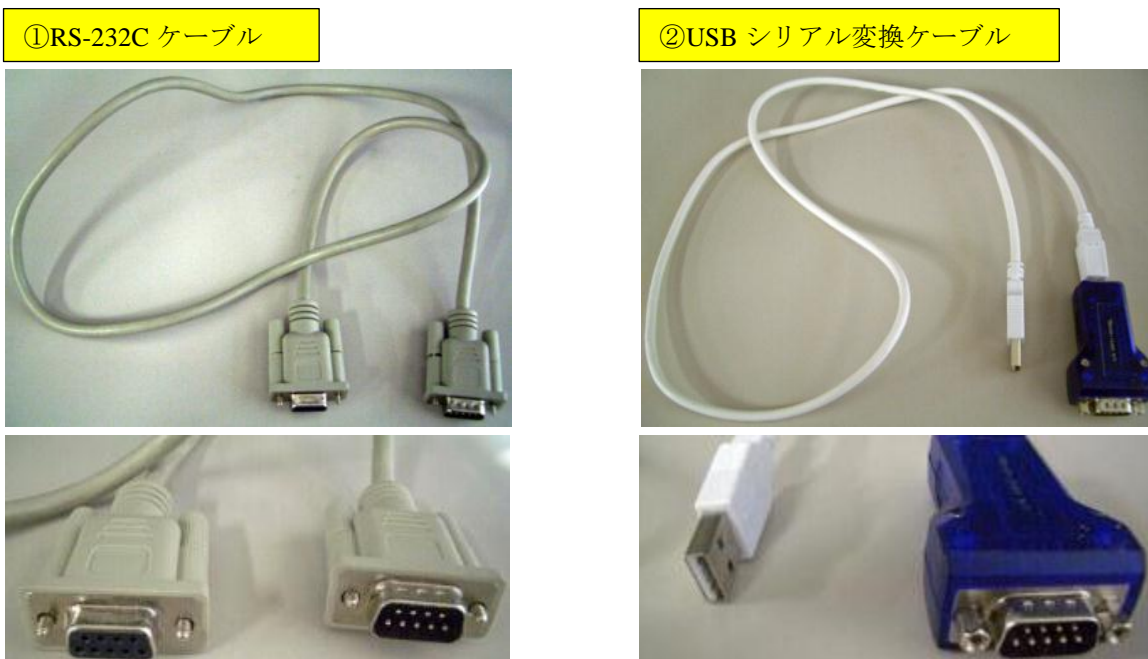

図 6-2 接続可能なシリアルケーブルの種類
ご使用の PC に D-SUB 9 ピンコネクタが搭載されている場合は図 6-2①の RS-232C ケーブルで接続することができます。搭載されていない場合は、図 6-2②の USB シリアル変換ケーブル等の D-SUB 9 ピンコネクタに対応したシリアルケーブルで接続します。